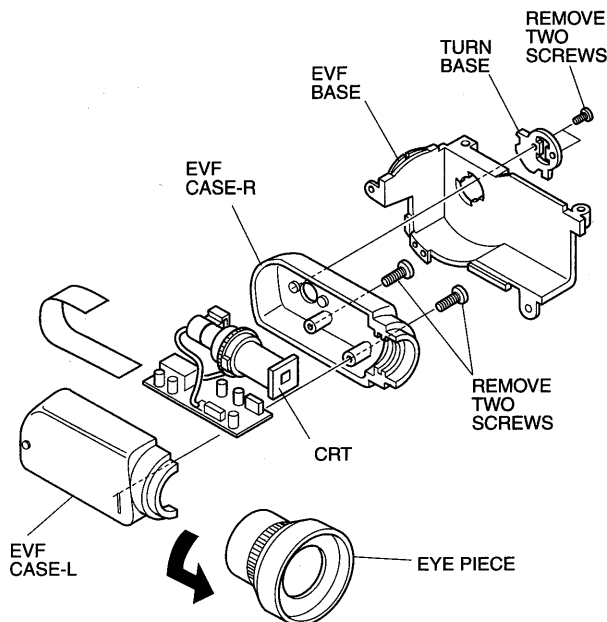

Fig. 2-10
2.10 EVF Case-R, EVF Case-L, Eye Piece (Fig. 2-10)